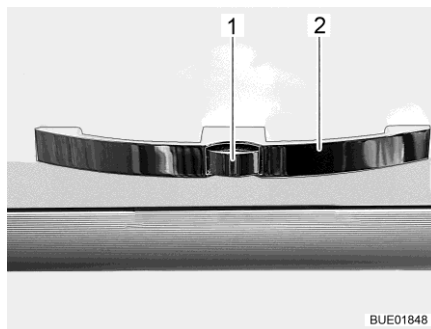
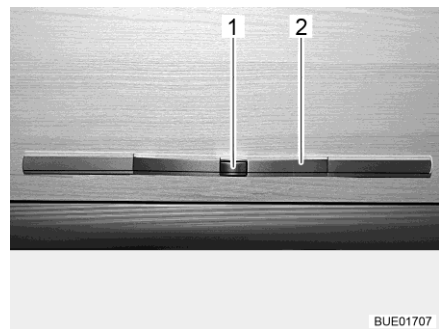

Bild 63 Möbelklappe mit Griff (Beispiel)
Bild 64 Möbelklappe mit Griff (Alternative)
- Den Entriegelungsknopf (Bild 63,1 oder Bild 64,1) am Griff (Bild 63,2 oder Bild 64,2) drücken und gedrückt halten.